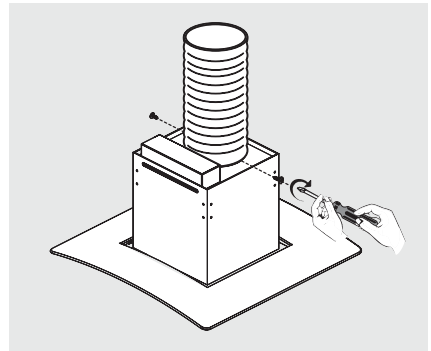

Figura 6.
5. Conecte una longitud adecuada de ducto redondo de 150 mm al adaptador de salida de aire de la campana. Use 2 tornillos ST 2.9X8 para asegurar el ducto. Puede usar cinta adhesiva para ductos para sellar la unión. (Ver Figura 6).